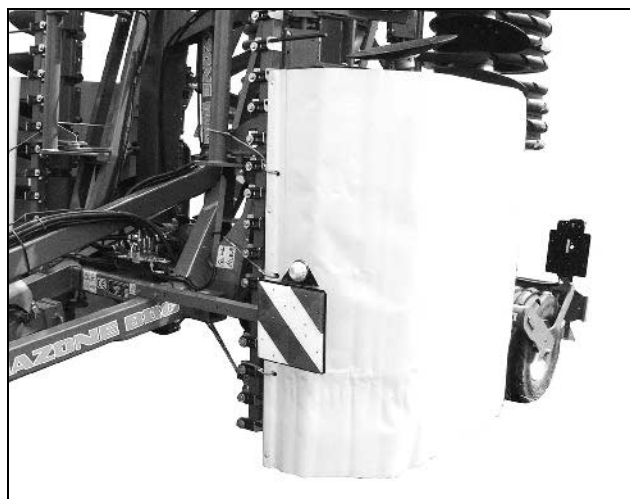
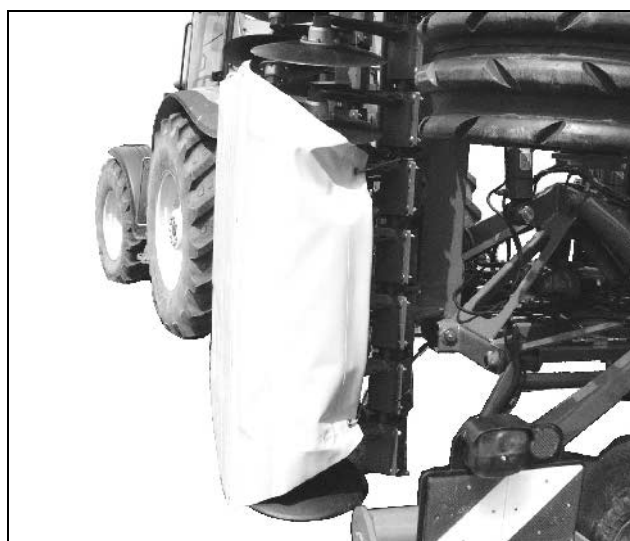

Fig. 24
Fig. 25
- Presenningen anbringes rundt om tallerkenrækkerne og fastgøres med gjorde (3 gjorde foran (Fig. 24) / 2 gjorde i bag (Fig. 25).